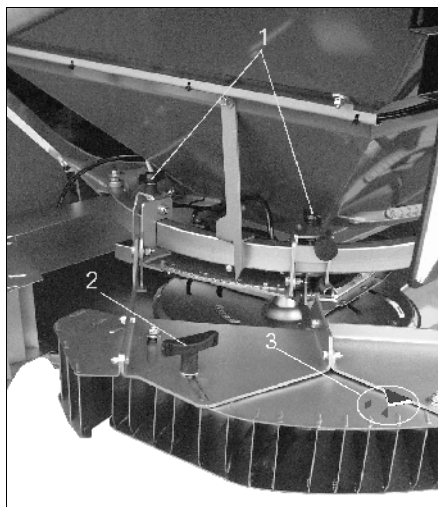

Рис. 43
- Символ “▲” или “◆”(Рис. 43/3)
- Для настройки устройства Limiter на деление шкалы (0-15) откройте барашковую гайку (Рис. 43/1), выполните настройку по таблице, затем закрутите барашковую гайку снова.
- Для перемещения отражающего щитка для распределения на границах внутрь или наружу, отпустите рукоятку (Рис. 43/2) и поверните щиток так, чтобы указатель (Рис. 43/3) установился на символе “▲” или “◆”. Снова закрутите рукоятку.